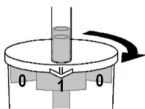

Abb. 3
4. Чтобы взять первый полип, поверните сосуд так, чтобы стрелка указывала на цифру "1" (Рис. 3).